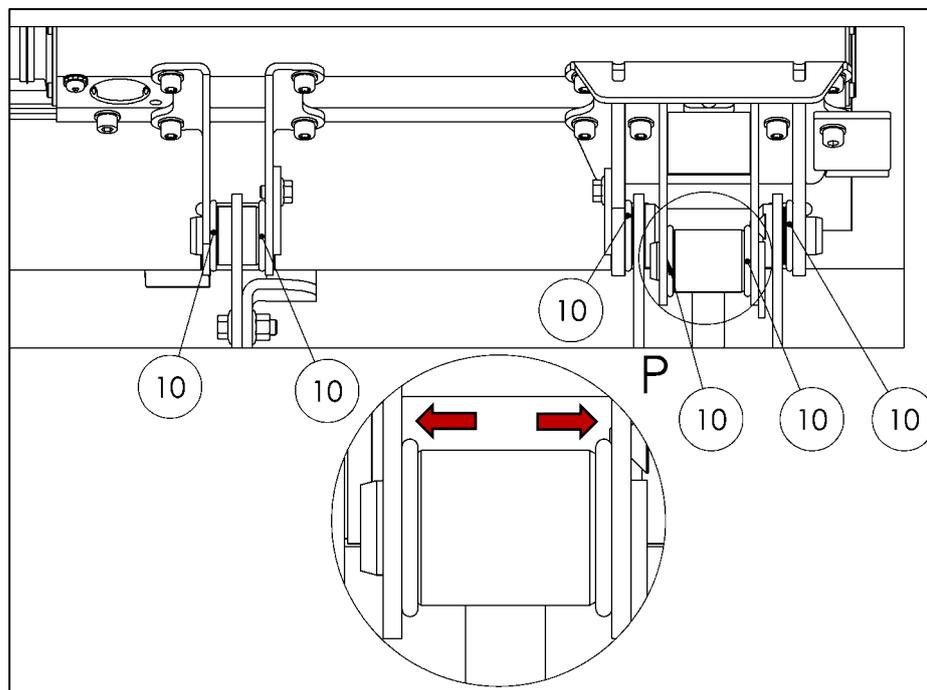

Fig. 58
- Mueva los 6 O-rings premontados (lista de piezas del kit de accesorios - artículo no. 10) a sus posiciones correctas (vea la Fig.58).